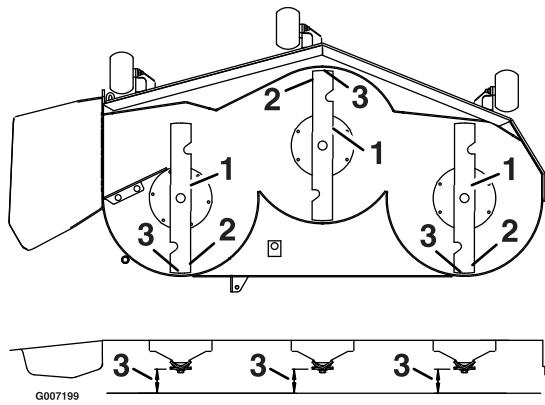

Figure 70
- Faites pivoter les lames avec précaution pour faire passer les pointes avant à l'arrière (Figure 70).
- Mesurez la distance entre la pointe de la lame avant et la pointe de la lame arrière par rapport à la surface plane (Figure 70). Si la pointe avant de la lame n'est pas de 1,6 à 7,9 mm plus basse que la pointe arrière, poursuivez la procédure de mise à niveau du plateau de coupe.